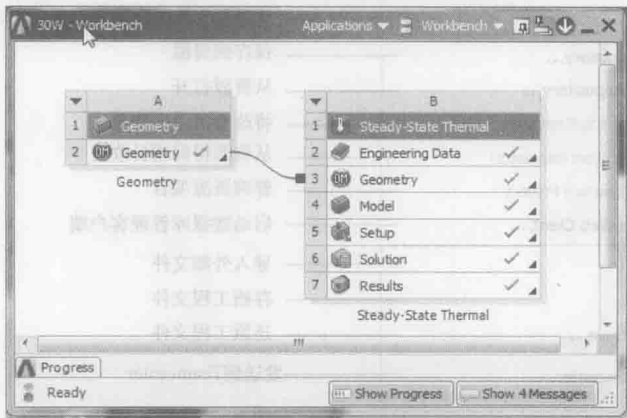

图 1-7 简洁模式
- ✧ Compact Mode (简洁模式)：选择该命令，ANSYS 14.5 Workbench 会压缩为一个小图标 30W - Workbench 置于操作系统桌面上，同时任务栏上的图标将消失。如果将鼠标移动到 30W - Workbench 图标上，Workbench 平台变成简洁模式，如图 1-7 所示。